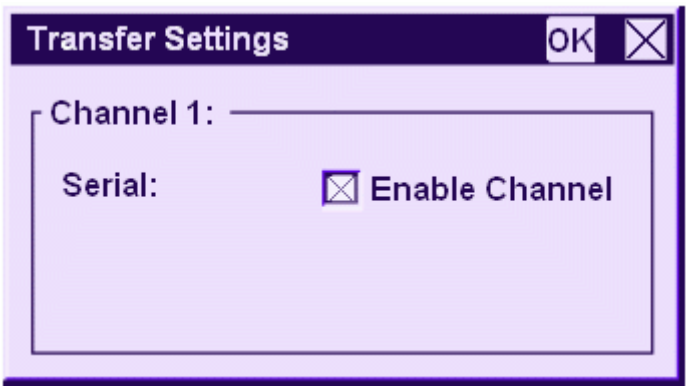

图 1.2.7
3. 进入传送设置画面后，使能 Channel1，如图 1.2.7 所示：